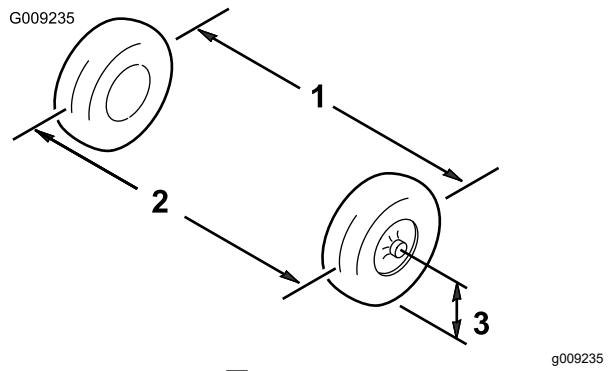

图 49
1. 以轮轴的高度为标准、分别测出两个前轮的轮前距离和轮后距离 \(图 49\).